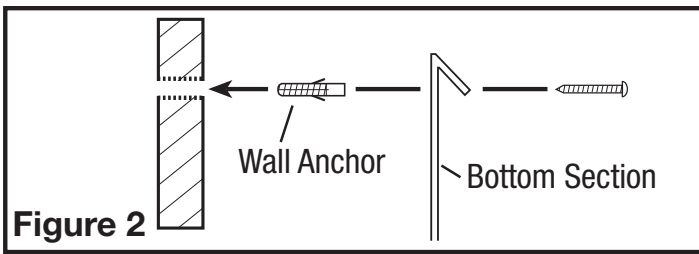

Figure 2
1. Install the included wall anchors by drilling into the wall at the locations that where marked earlier (**Figure 2**).
2. Install the bottom section of the back splash by lining up the 6 holes in the back splash with the wall anchors that were installed earlier and attach using the included screws (**Figure 2**). If your back splash is equipped with the optional shelves please continue with step 3. If your back splash does not include shelves proceed to step 6 in this section.
1. Installer les ancrages muraux compris aux emplacements qui furent marqués précédemment (**Figure 2**).
- Figure 2**
2. Installer la section du bas du dossieret en alignant les 6 trous dans le dossieret avec les ancrages muraux qui furent installés précédemment et la fixer en utilisant les vis comprises (**Figure 2**). Si votre dossieret est équipé de tablettes optionnelles, veuillez continuer à l'étape 3. Si votre dossieret n'a pas de tablette, procéder à l'étape 6 dans cette section.